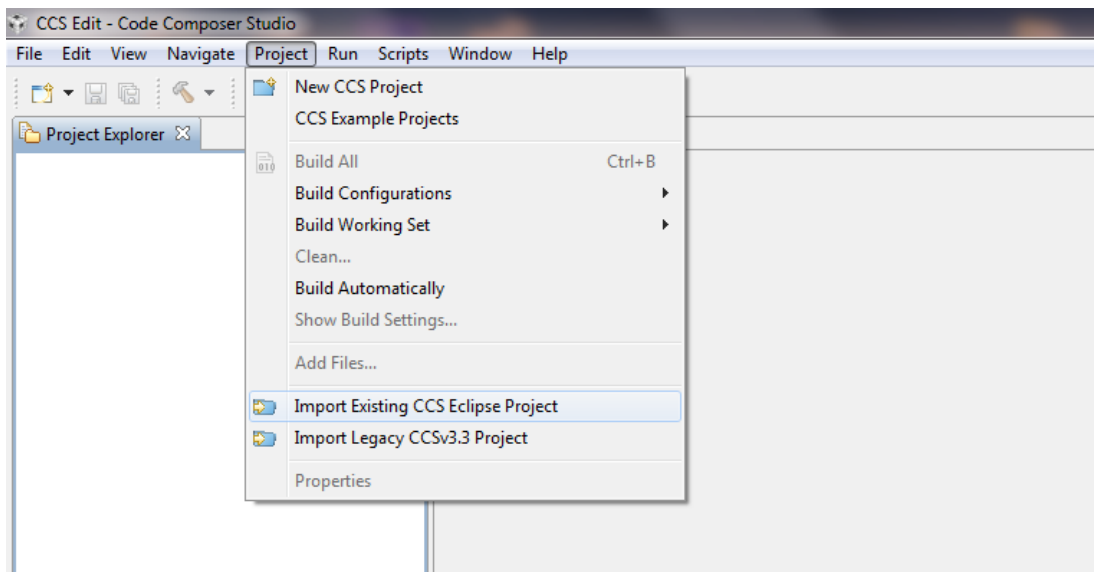
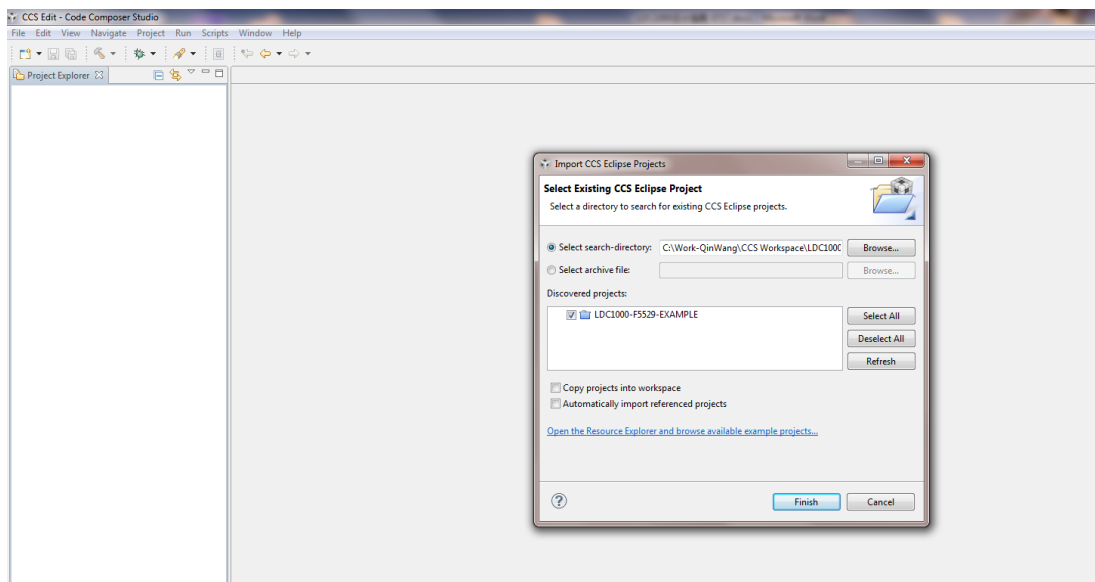

图 4 导入工程的菜单选项
图 5 导入 LDC1000 例程
2、打开 CCS (V5 版本)，单击 “Project->Import existing CCS eclipse project ”，如图 4 所示。选择实验例程所在的文件夹，将示例工程导入（图 5）。注意：实验例程所在的文件夹的目录不能有中文字符，因为 CCS 只接受 8 位 ASCII 的文件名及文件路径。